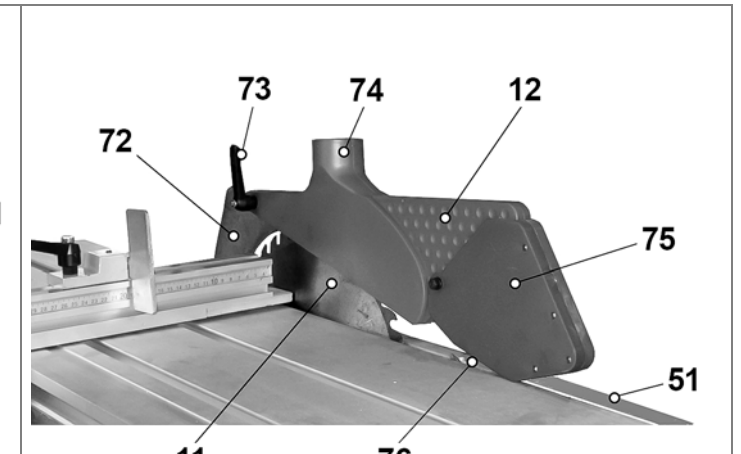

Рис. 18
8.8.4. Как показано на Рис.18 установите защитный кожух (12) и ручкой (73) закрепите его на расклинователе (72).
9.2.1. Для выполнения операций пиления необходимо выполнить сборку станка и установить навесное оборудование, описанное в пунктах 8.2; 8.3; 8.6; 8.8. и подсоединить систему принудительного пылеудаления к парубку (29), Рис.3 и патрубку (74), Рис. 18.